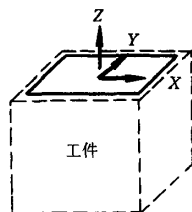

图3
①假设此图样要用立式数控机床加工,那么站在工作台前,将图样平铺到工件顶面上,加上已经判定的 $Z$ 坐标运动方向,整个机床的坐标系立刻直观地展现在面前(图3)。